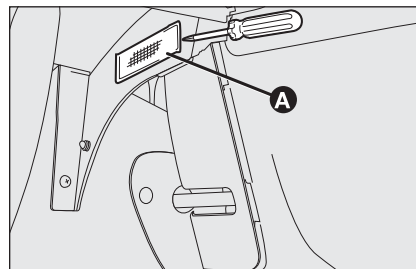

fig. 43
- mediante el destornillador en dotación, saque la lámpara **A**-fig. 43 interviniendo en el punto indicado;